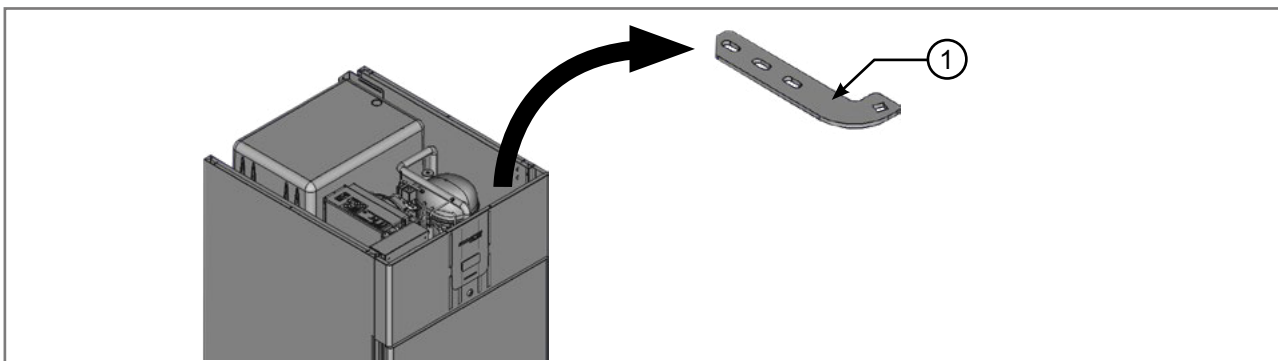

Abb. 3.17 - Entfernen der oberen Türangel
- Die obere Türangel (1 – Abb. 3.17) entfernen.